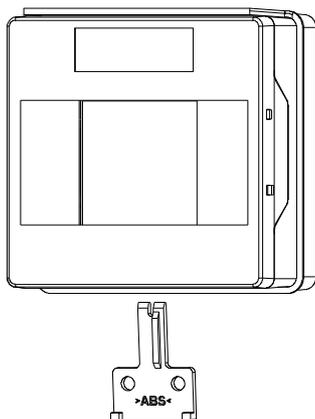

图 6
- 通过钥匙复位操作面板，按钮即可恢复到正常工作状态（图 6）
3. 如图 6 所示将钥匙从底部插入，使操作面板复位。